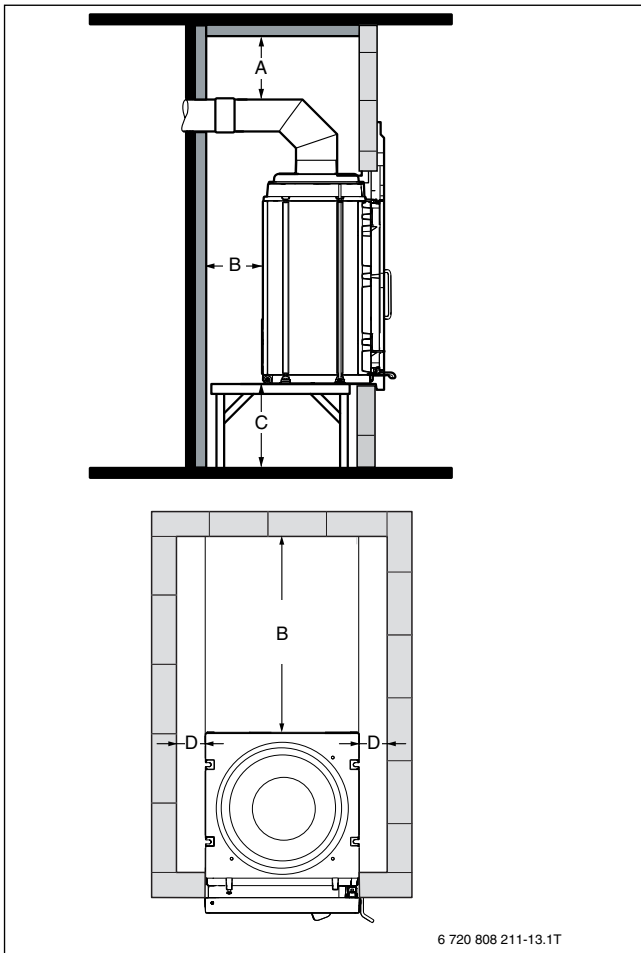

Bild 7 Heizkammer-Mindestabstände
- ▶ Mindestabstände einhalten (→ Bild 7 und Tabelle 3, Seite 12).